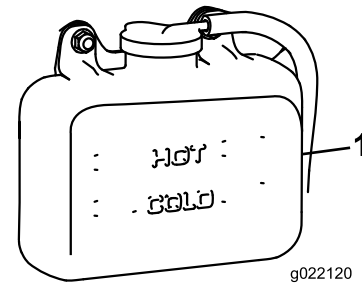

Figura 77
1. Compruebe el nivel de refrigerante en el depósito de expansión (Figura 77).